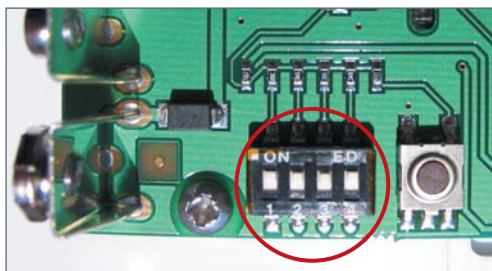

fig.7 - interrupteurs parallèles
- repérer les 4 interrupteurs parallèles (fig. 7).